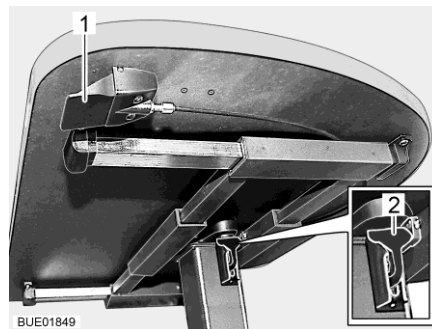

Fig. 62 Table à hauteur réglable avec touche de déverrouillage
- Tirer le levier de verrouillage (Fig. 62,2) vers le bas ou l'enfoncer.
- Pousser le levier de verrouillage (Fig. 62,2) vers le haut.
- Pousser la touche de déverrouillage (Fig. 62,1) et la maintenir poussée. Le plateau de table s'élève alors automatiquement jusqu'à la butée de fin de course.
- Lâcher la touche de déverrouillage (Fig. 62,1). Le plateau de table reste dans la position choisie.
- Pousser la touche de déverrouillage (Fig. 62,1) et la maintenir poussée.
- Lâcher la touche de déverrouillage (Fig. 62,1). Le plateau de table reste alors dans la position la plus basse.